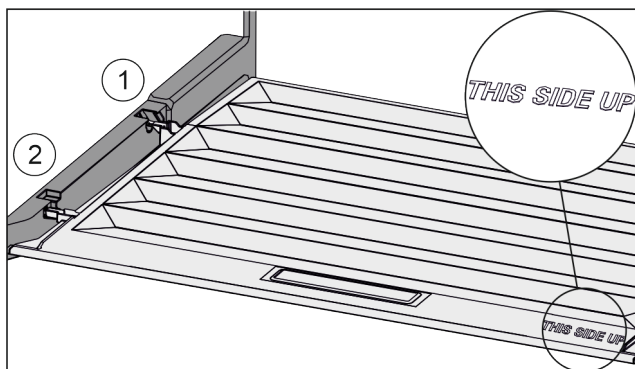

Fig. 28
- ▶ Ramiona pokrywy wprowadzić ponad otworem tylnego uchwyty Fig. 28 (1) i zazębić z przodu w uchwycie Fig. 28 (2).